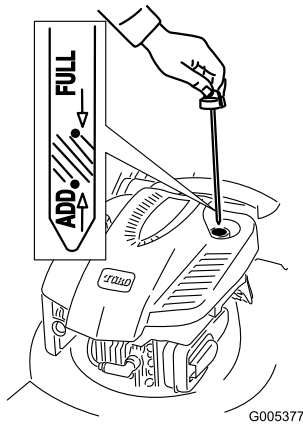

Рисунок 6
1. Извлеките масломерный щуп (Рисунок 6).
2. Медленно заливайте масло в маслозаливной патрубок до соответствующей отметки **Full (ЗАПОЛНЕНО)** на масломерном щупе (Рисунок 6). **Не допускайте переполнения картера.** (Макс. объем масла: 0,59 л, тип: автомобильное моющее масло, имеющее классификацию API 30: SF, SG, SH, SJ, SL и выше.)
1. Выньте щуп для измерения уровня, вытрите его, и затем вставьте на полную глубину (Рисунок 6).
2. Выньте щуп и проверьте уровень масла (Рисунок 6). Если уровень масла ниже отметки **Add (ДОЛИТЬ)** на масломерном щупе, **медленно** заливайте масло в маслозаливной патрубок, чтобы поднять уровень масла до метки **Full (ЗАПОЛНЕНО)** на масломерном щупе. **Не допускайте переполнения картера.** (Макс. объем масла: 0,59 л, тип: автомобильное моющее масло, имеющее классификацию API 30: SF, SG, SH, SJ, SL и выше.)